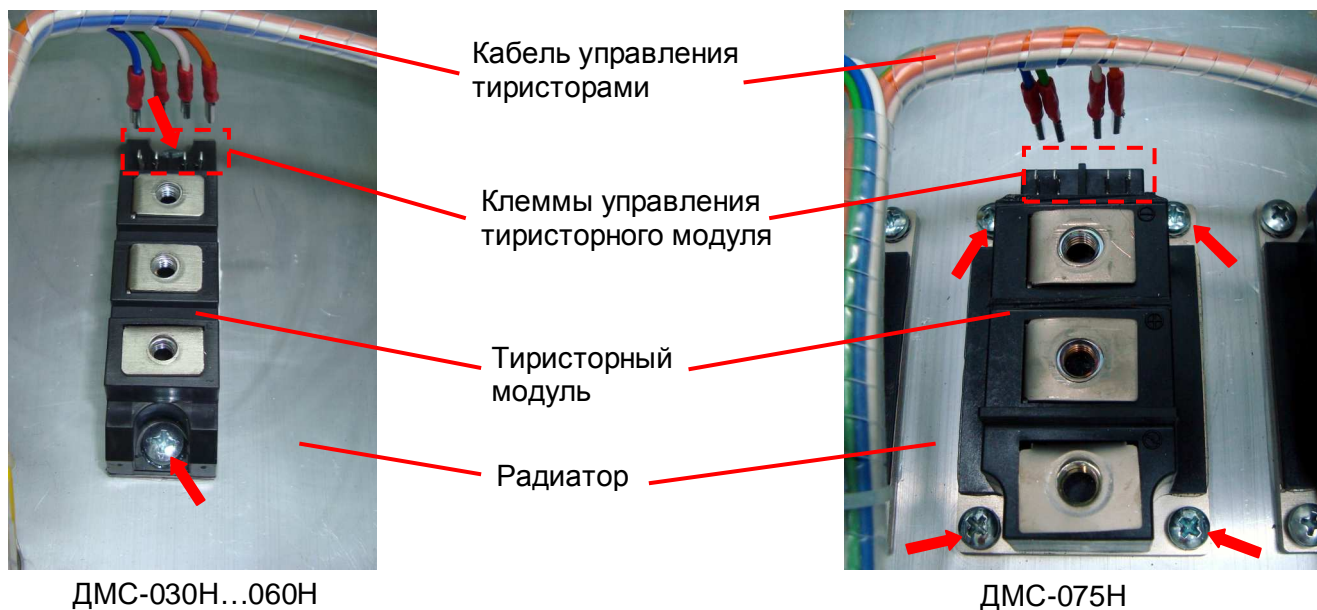

Рис. 6.21
6.12.7. Отсоединить провода кабеля управления тиристорами от клемм управления тиристорного модуля (рис. 6.21).
6.12.8. Выкрутить два винта (для ДМС-075Н - четыре винта) крепления тиристорного модуля к радиатору (рис. 6.21, красные стрелки). Положить тиристорный модуль и винты в тару.